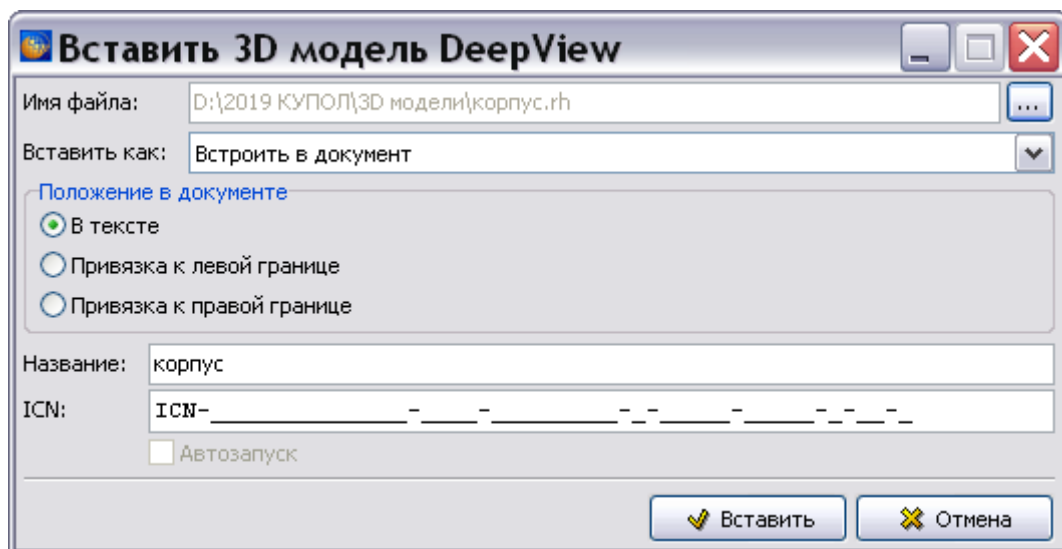

Рисунок 423
3) В окне **Открыть** выберите файл, например формата xv2, и откройте его. После этого откроется окно **Вставить модель XVL** (рисунок 423).